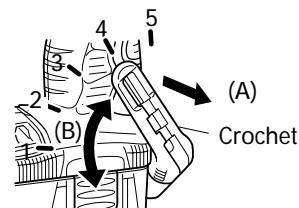

Fig. 5
**(1) Ouverture du crochet**
- Tirer le crochet vers soi dans le sens de la flèche (A), et le tourner dans le sens de la flèche (B) (Fig. 5).